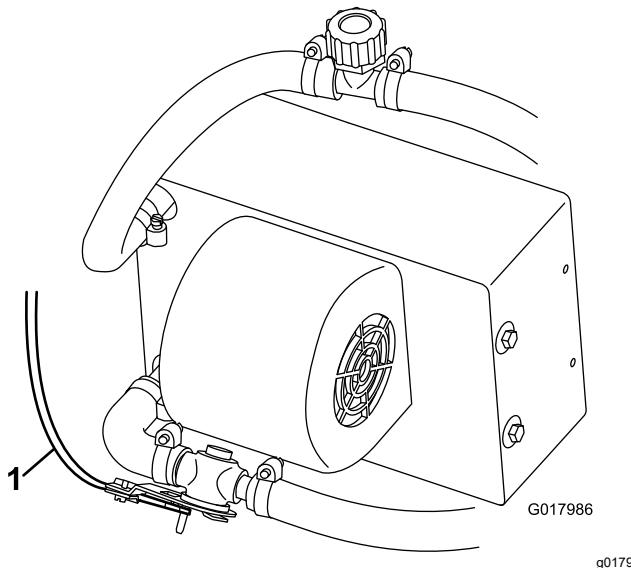

Figura 6
8. Posate e collegate il cavo di comando del riscaldatore alla valvola del riscaldatore (Figura 6).